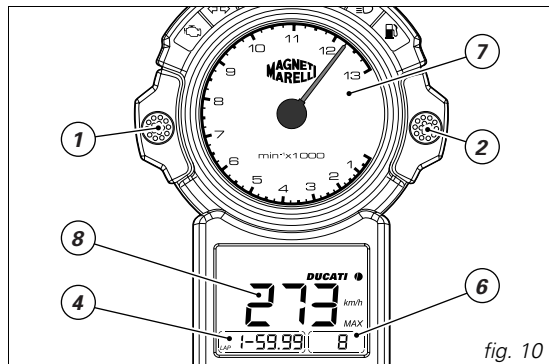
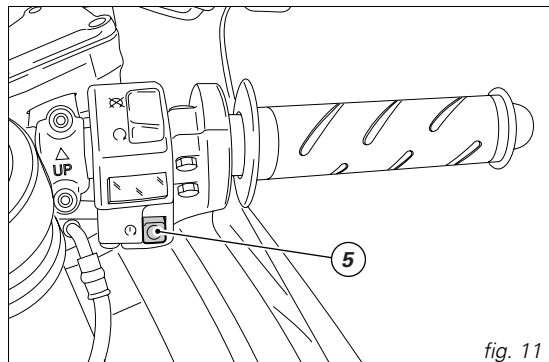

fig. 10
fig. 11
Fonction enregistrement du temps sur le tour de circuit (fig. 10 et fig. 11)
Sélectionnez la visualisation LAP sur l'afficheur (4, fig. 10). En roulant, appuyez sur le bouton (5, fig. 11) de démarrage moteur pour faire partir le chronomètre de bord. La frappe successive du bouton (5) stoppe le chronomètre et, simultanément, le chronomètre de bord démarrera pour relever le deuxième temps. Vous pouvez mémoriser jusqu'à un maximum de 19 tours ; si vous mémorisez un plus grand nombre de tours, les premiers chronos seront éliminés pour laisser la place aux derniers 19 tours chronométrés mémorisés.
Fonction visualisation des temps sur le tour de circuit mémorisés (fig. 10)
Après les chronos des tours, vous pouvez visualiser 19 temps chronométrés mémorisés dans afficheur à cristaux liquides. Après avoir arrêté la moto, appuyez sur le bouton (2, fig. 10) et tournez l'interrupteur à clef de la position OFF sur la position ON pour accéder à la fonction. Une fois entré dans la fonction, appuyez sur le bouton (1, fig. 10) pour faire défiler en séquence les chronos ; les informations suivantes s'affichent au tableau de bord :
- indicateur du tour de circuit (6) auquel les données se réfèrent ;
- indicateur du régime moteur maximum (7, fig. 10) dans le chrono sélectionné ;
- chrono mémorisé sur le tour de circuit (4, fig. 10) ;
- donnée mémorisée de la vitesse maximale (8, fig. 10) sur le chrono sélectionné.
Pour remettre à zéro les chronos, appuyez sur le bouton (2, fig. 10) pendant plus de 5 secondes.
Même dans la phase de démarrage, le système éteint les phares et ne les rallume que lorsque le moteur est mis en route ou, en tout cas, après le relâchement du bouton de démarrage moteur (5, fig. 11).
1) si le code est reconnu, le témoin CODE (12, fig. 5), au tableau de bord, émettra un bref clignotement; le système antivol a reconnu le code de la clé et désactive le blocage du moteur. En appuyant sur le bouton START (5, fig. 11), le moteur démarre;